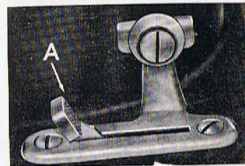

Abb. 73
Man versenke zunächst den Transporteur. Hierzu stelle man zunächst den Stichstellerhebel H, Abb. 20, auf 0 und lege dann den Transporteur-Versenkhebel A, Abb. 73, so weit wie möglich nach rechts um.
**Anmerkung:** Wenn nach dem Knopfannähen wieder normal genäht werden soll, bringe man den Transporteur-Versenkhebel A, Abb. 73, wieder nach links in seine vorherige Stellung zurück.